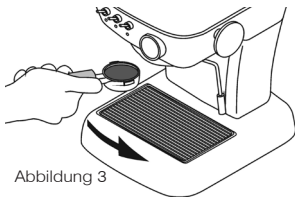

Abbildung 3
- Setzen Sie den Siebräger von links **7** in die Brühgruppe **8** ein und drehen Sie ihn nach rechts. (siehe Abbildung 3)